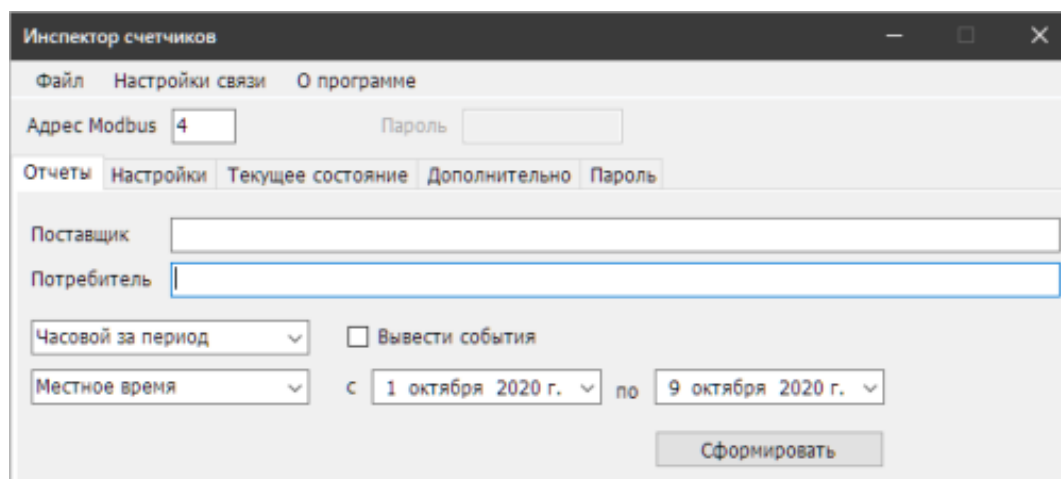

Рисунок 14 – Диалоговое окно программы CounterExplorer.exe
2.5.5 Для формирования отчета во вкладке «Отчеты» выбрать вид отчета (см. рисунок 14), временной период, для отображения событий поставить галочку в строке вывести события, нажать кнопку «Сформировать».